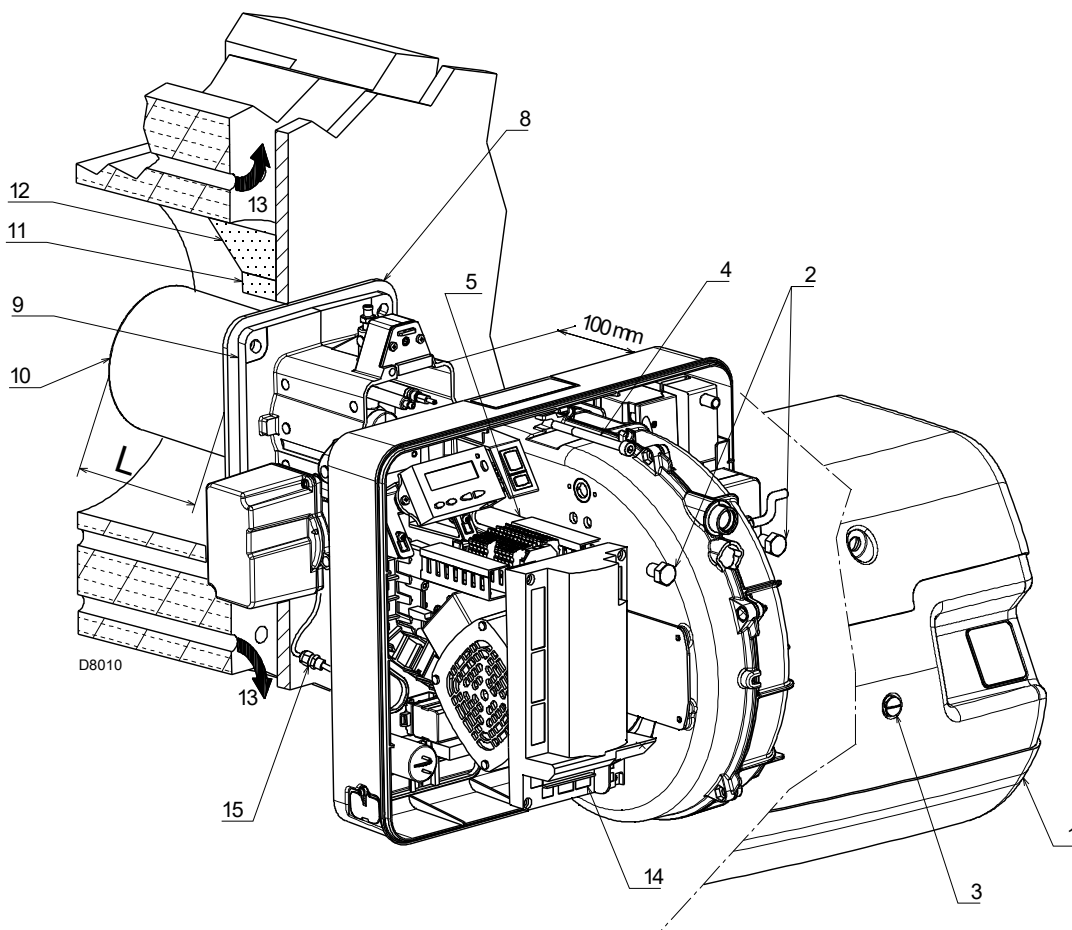

图 17
带前烟道 13)( 图 17), 或中心回焰式炉膛的锅炉其使用耐火材料制成的保护性炉补 11) 必须装于锅炉炉补 12) 和燃烧筒 10) 之间。
从燃烧器上取下燃烧头，如图 17 所示，然后按以下步骤操作：
- ▶ 将燃烧器重新装回到滑杆 3) 上，距管路连接处 4) 约 100mm，此时燃烧器位置如图 17 所示；
- ▶ 连接伺服马达插头 14)(图 17)，拧紧锁扣 15)；